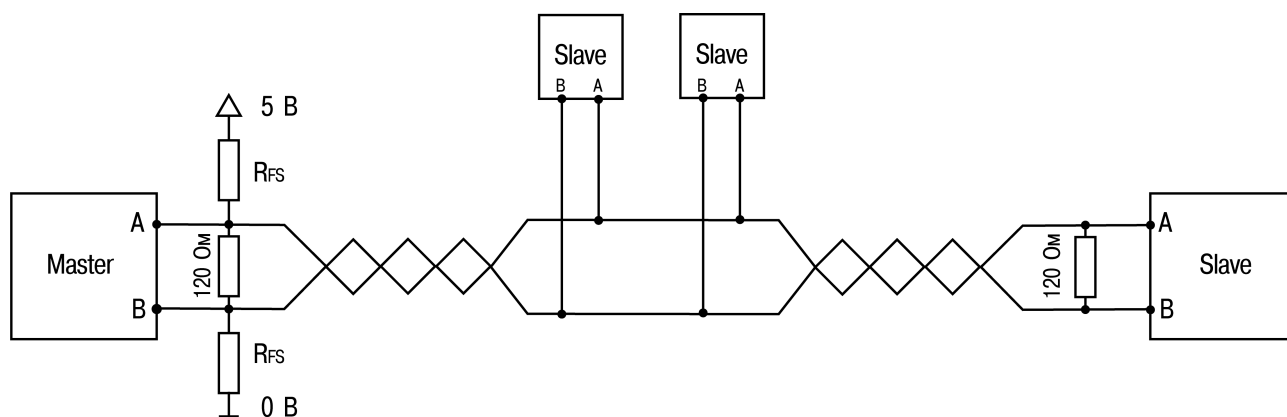

Рисунок 5.26 – Сеть RS-485 с подтягивающими резисторами
На рисунок 5.26 показана шина RS-485 с распределенными сетевыми узлами. Для исключения неопределенного состояния применяется подтягивающие резисторы R_{FS} (failsafe – отказоустойчивый), которые гарантируют «логическую единицу» на выходе в случае отсутствия передачи данных. Подтягивающие резисторы обеспечивают подтяжку прямого входа (A) к питанию, а инверсного (B) – к земле.